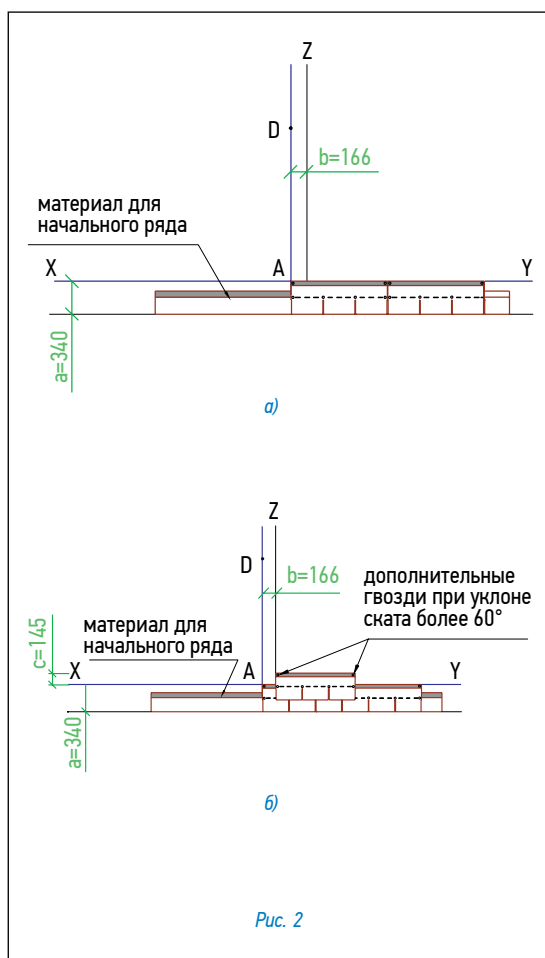

Рис. 2
Укладка материала (рис. 2)
- По линии карниза укладывается специальный самоклеящийся рулонный материал для начального ряда, при этом предварительно снимается защитная пленка с его изнаночной стороны (рис. 2а);
- укладка черепицы начинается от линии AD, при этом ее верхний край выравнивается по линии XY (рис. 2б);
- следующий ряд укладывается от линии Z (со смещением 16,6 см от AD) (рис. 2б); следующий — от AD;